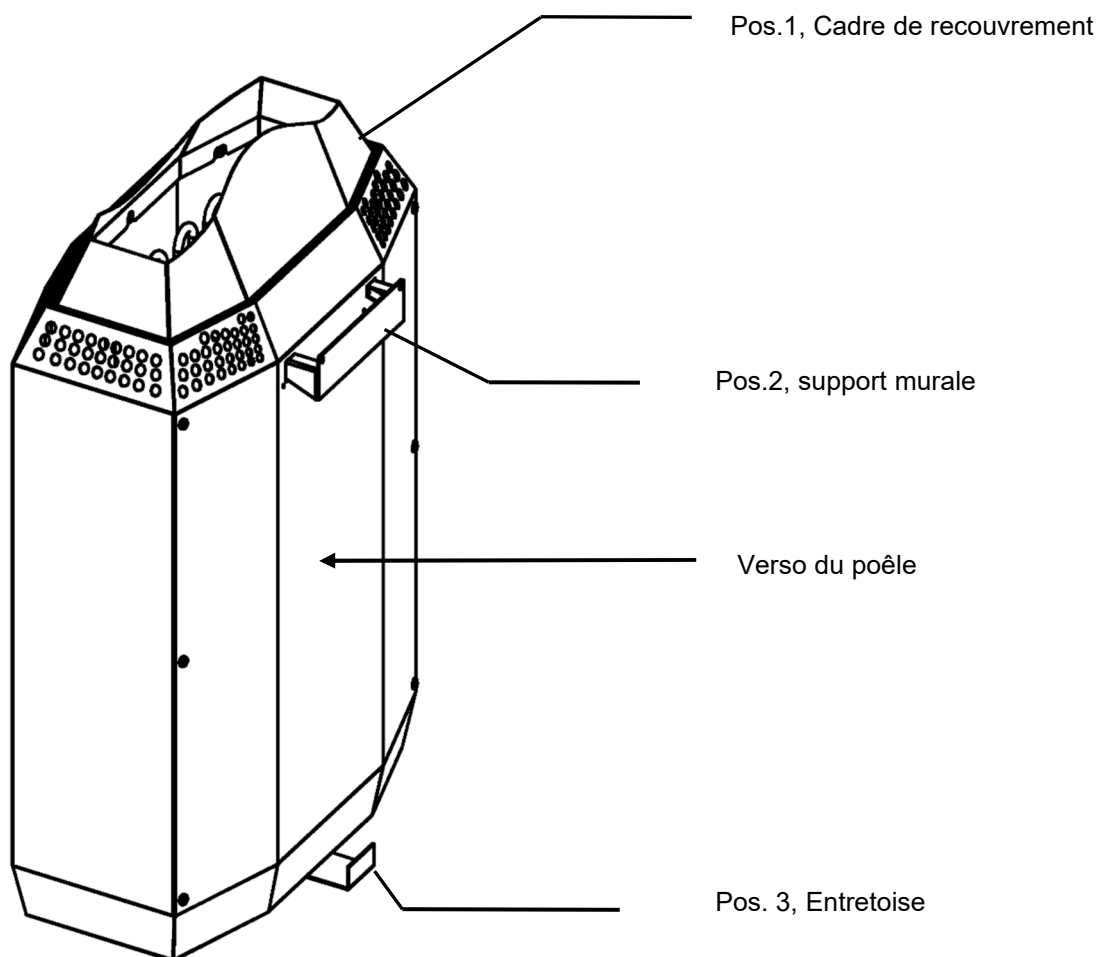

Fig.1
Le support mural (Fig.1, Pos.2) et l'entretoise (Fig.1, Pos.3) sont compris dans la livraison.
Afin d'éloigner le rayonnement thermique des pierres de sauna du mur d'installation, le cadre de recouvrement fourni (Fig. 1, pos. 1) doit être monté sur le poêle à sauna. Pour ce faire, dévissez la vis du milieu de la paroi intérieure (Fig. 8). Placez le cadre de couverture avec le biseau haut à l'arrière du chauffe-sauna sur les 4 têtes de vis extérieures. Les 4 têtes de vis s'accrochent dans les évidements correspondants du cadre de recouvrement. Vissez le cadre de recouvrement à la paroi intérieure avec la vis du milieu.